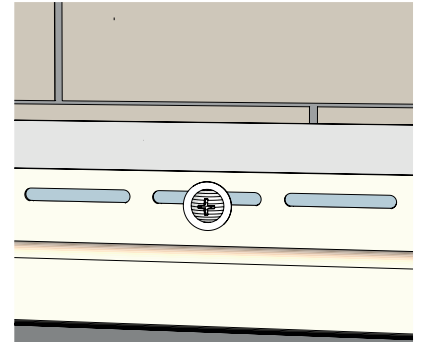

Рисунок 20
- 6.7** В горизонтально монтируемые элементы саморез должен фиксироваться в центр перфорационных отверстий (рис. 20).